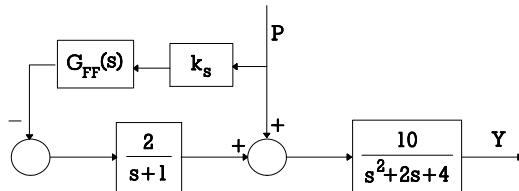

Figura 22
- 1) Dibujar aproximadamente la forma de  $y(t)$  (sin *FF* en la Figura 22) cuando  $p(t)$  es un impulso unitario.
- 1) Representar la respuesta a un impulso de  $p(t)$  (sistema de la Figura 22) sin y con  $FF$ .